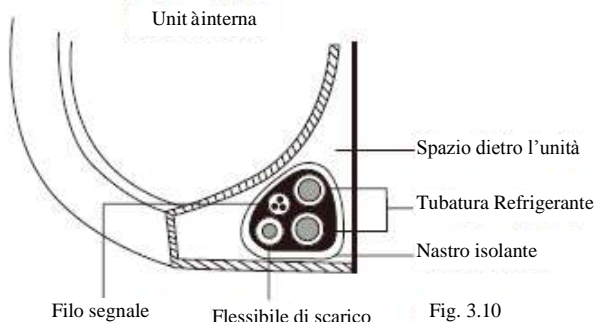

Fig. 3.10
- Legare il flessibile di scarico, i tubi refrigeranti e il cavo segnale in conformità alla Fig. 3.10.
- Usando nastro isolante, avvolgi il filo segnale, i tubi refrigeranti e il flessibile di scarico insieme saldamente. Ricontrolla che tutti gli elementi siano legati conformemente alla Fig. 3.10.